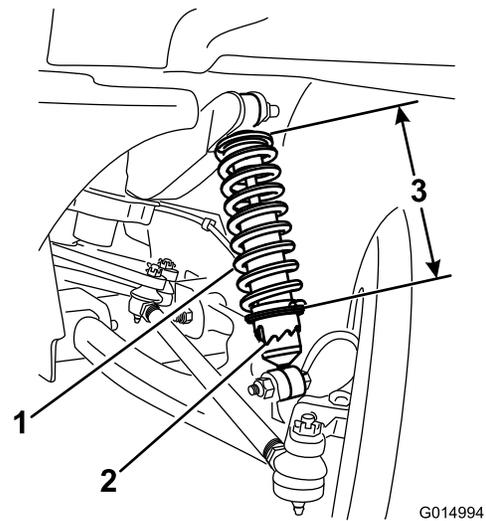

Bild 33
3. Drehen Sie den Kragen am Stoßdämpfer mit dem Werkzeug TORO6010, um die Länge der Feder zu ändern (Bild 33).